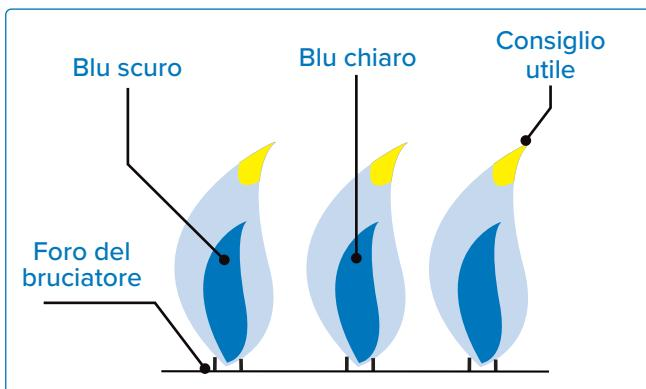

Fig. 26
- Troppa poca aria causerà fiamme gialle, fuligginose e lente (**vedi Fig. 26**).